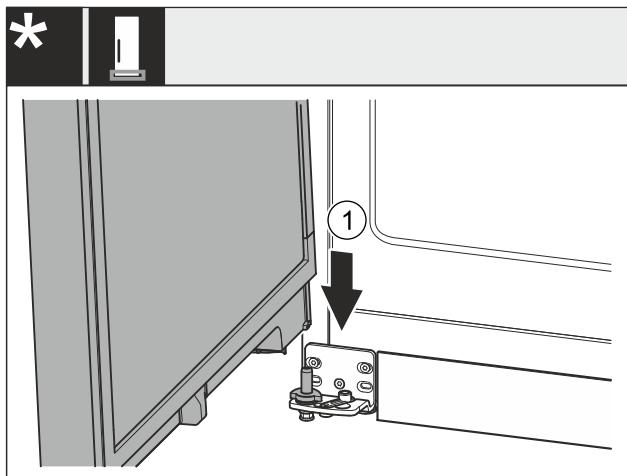

Fig. 43\*
- ▶ Coloque la puerta en el perno del cojinete Fig. 43 (1) inferior desde arriba.\*